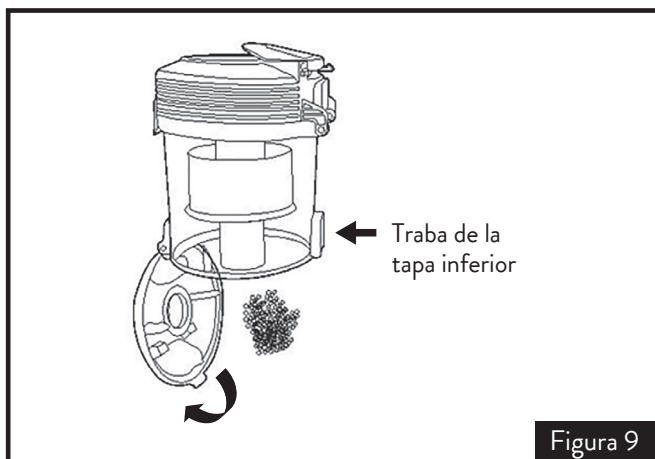

Figura 9
3. Coloque el recipiente para la basura sobre un tacho/bolsa de basura y destrabe la tapa inferior como se muestra en la figura 9. El polvo y la suciedad caerán al tacho/bolsa de basura.